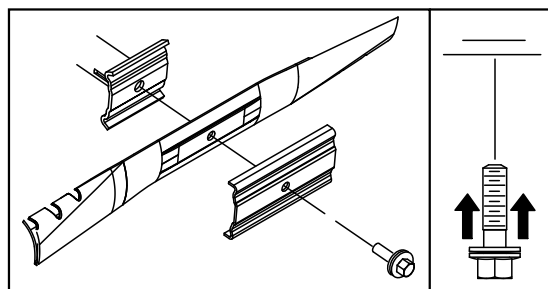

Рисунок 47
3. Используйте деревянную подкладку для неподвижного удерживания ножа (Рисунок 47).
4. Снимите нож, сохранив все крепежные детали (Рисунок 47).
5. Установите новый нож, закрепив все крепежные детали (Рисунок 47).